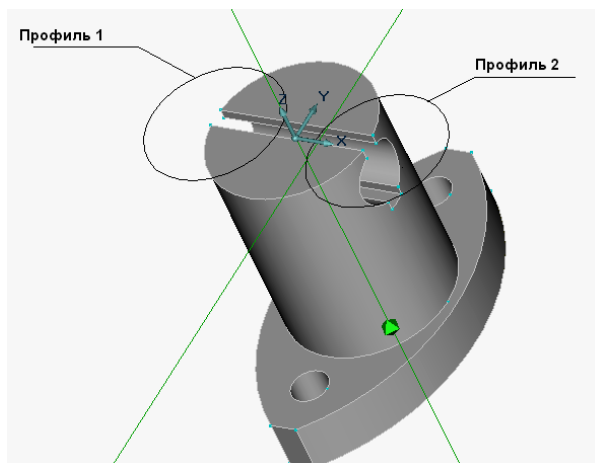

Рисунок 2.17 – Побудова контурів вікон в тілі
6. Натисніть на клавіатурі клавішу «6», а потім клавішу <Пробел> (рис. 2.17).